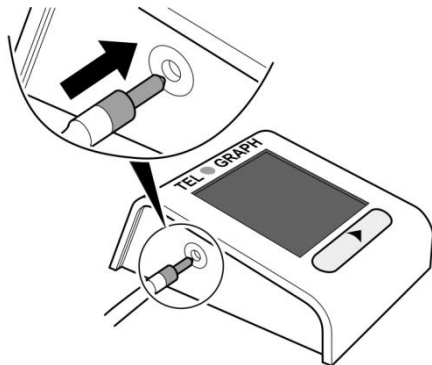

Fig. 5: Insertion du tuyau d'air
- ⇒ L'écran affiche l'écran de démarrage (Fig. 5).
⇒ L'écran affiche l'écran de démarrage (Fig. 5).